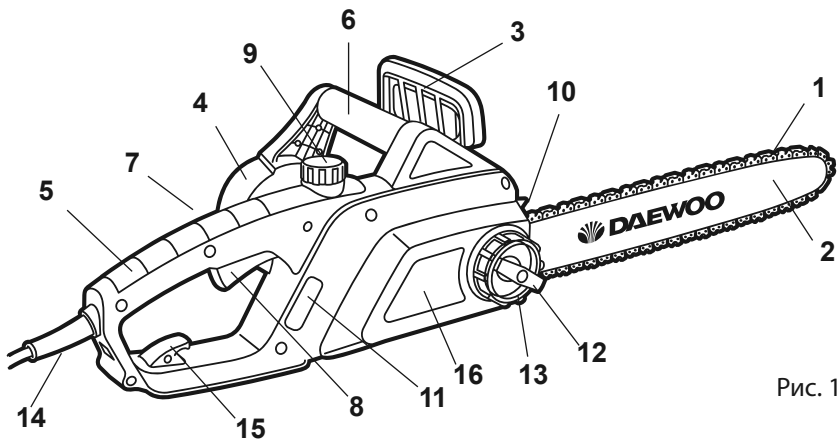
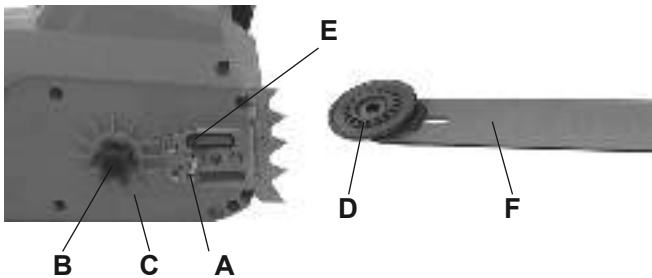

Рис. 1
Рис. 2
1. Установите тормоз цепи 3 (Рис. 1) в нерабочее положение, потянув на себя в направлении к передней ручке.
2. Открутите ручку фиксации защитной крышки 12 (Рис. 1) и кольцо регулировки натяжения 13 (Рис. 1)
3. Снимите защитную крышку 16 (Рис. 1)
4. Наденьте на шину F (Рис. 2) пильную цепь 1 (Рис. 1), проверив правильность расположения зубьев цепи.
1. Для заполнения масляного бака откройте крышку 9 (Рис.1), при этом следите, чтобы в бак не попала грязь. Заполните бак маслом. Удалите остаток масла с горловины и из внутренней полости крышки. В крышке имеется воздушный клапан при засорении которого насос не работает. Следите, чтобы при эксплуатации пилы этот клапан оставался чистым.
2. Закройте плотно крышку. Во время работы периодически обращайтесь внимание на уровень масла через окно контроля уровня масла 11 (Рис.1).
В случае, если следов масла не видно, необходимо прочистить в корпусе редуктора выходное отверстие для масла E (Рис.2) и соответствующее отверстие в шине E1.